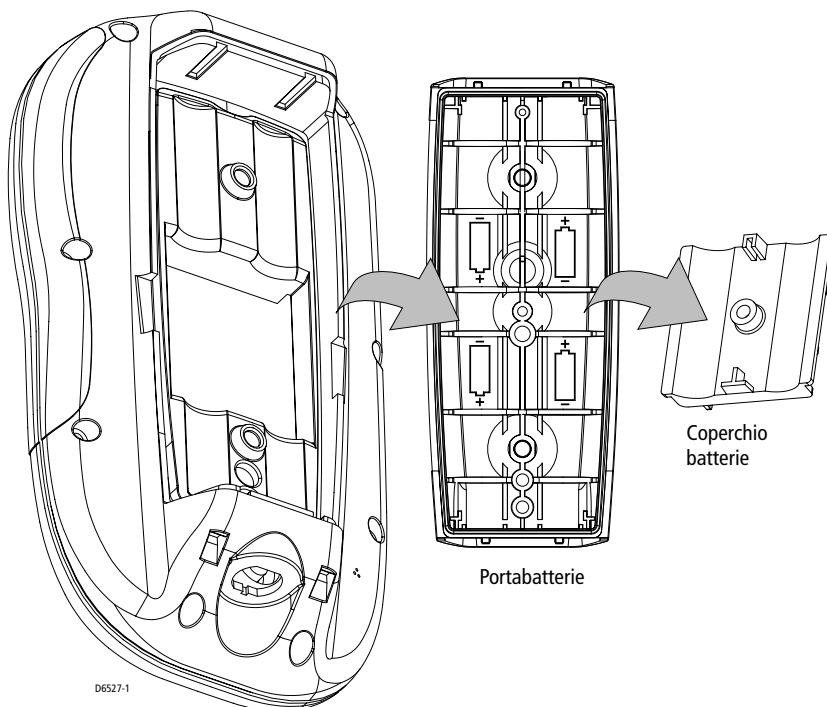

Figura 2-3: Togliere il portabatterie
1. Togliere il portabatterie come mostrato nella *Figura 2-3*.
4. Inserire il coperchio delle batterie nel corretto orientamento come indicato dalla *Figura 2-3* e stringere la vite.
2. Togliere il portabatterie come descritto nella *Figura 2-3*.